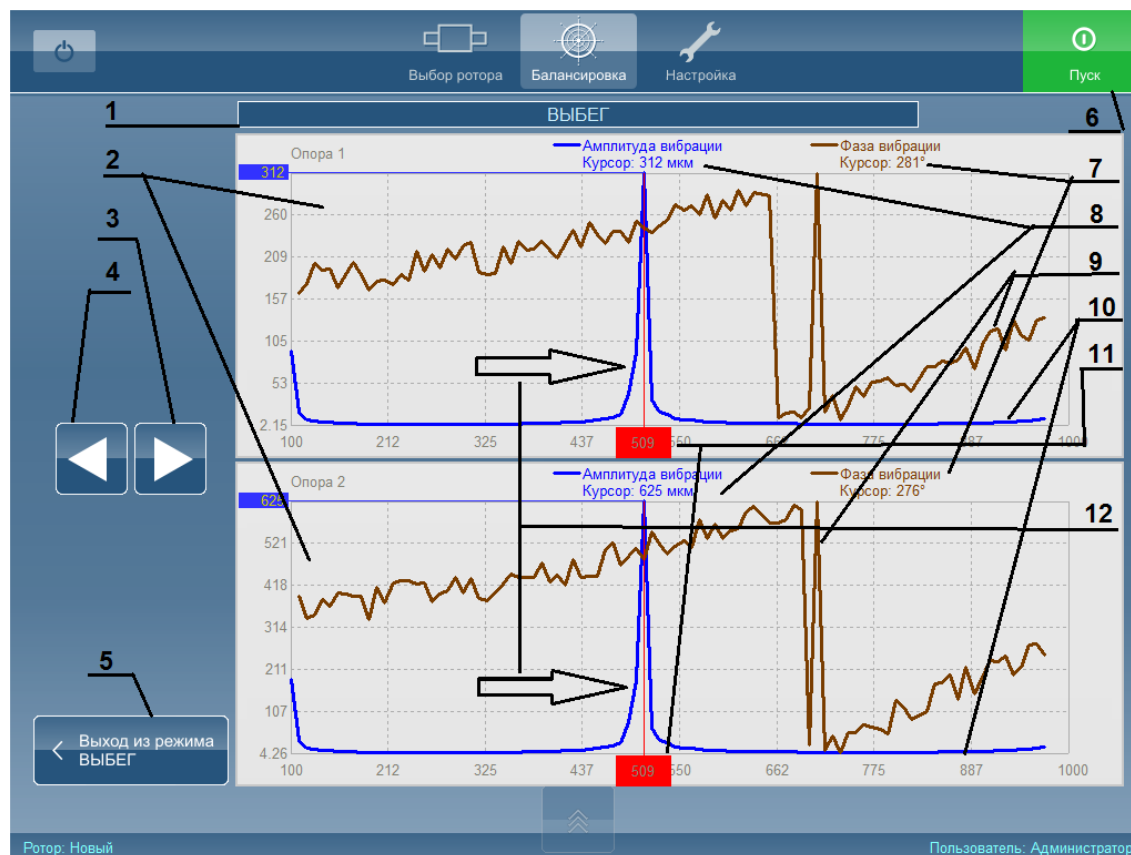

Рис.9.3.1
Вывод окна «Выбег» (рис.9.3.1) выполняется кнопкой «Выбег ротора» (см.рис.7.20.поз.3) основного всплывающего меню.
9. Дождитесь завершения программы выбега. В случае необходимости срочной остановки привода нажмите в любой момент кнопку «Стоп» (см.рис.9.3.1.поз.6):
15. Нажмите кнопку «Выход из режима ВЫБЕГ» (см.рис.9.3.1.поз.5);